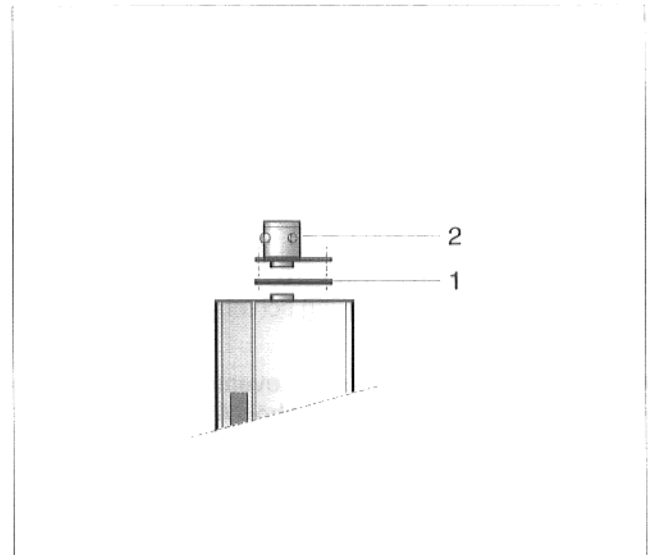

Abb. 8 Montage Kesselanschlußstück
- Konzentrische Anschlußplatte (Abb. 8, Pos. 2) mit Dichtung (Abb. 8, Pos. 1) am Heizkessel montieren.